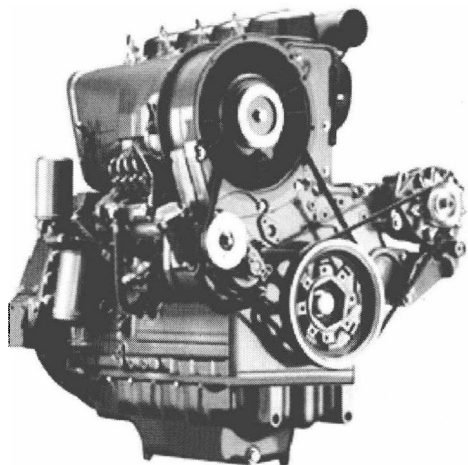
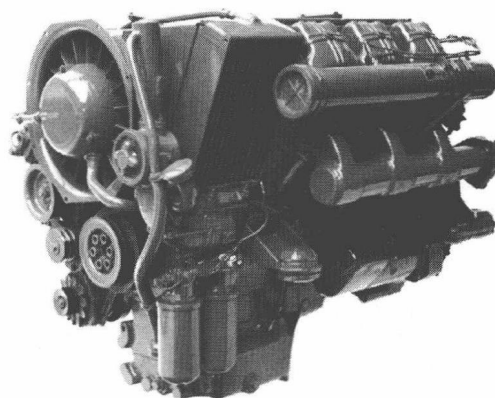

图 1-1 F4L912 风冷柴油机
图 1-2 F6L413F 风冷柴油机
① 风冷柴油机 道依茨公司以其风冷柴油机闻名于世，主要品种有：FL912/913/914 系列风冷柴油机（如图 1-1 所示）和 FL413F/513 系列柴油机（功率范围从 64kW 到 386kW，如图 1-2 所示）等两大类型。前者在工程机械行业应用较多，而后者在特种车辆、铁路养护设备、重型车辆及工程机械行业都有应用。